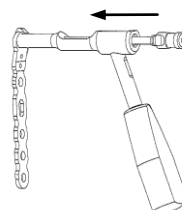

図 1
- 1) 尺骨遠位端用トライアルガイドに尺骨遠位端用ガイドピンスリーブを組み付けます。（図 1）